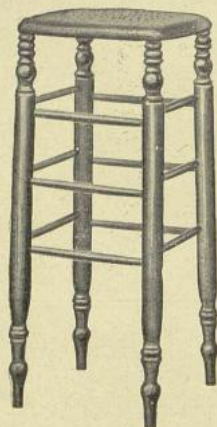

fig. 13
- N° 73 Façon "PARIS", siège canné ou plein. (fig. 13)